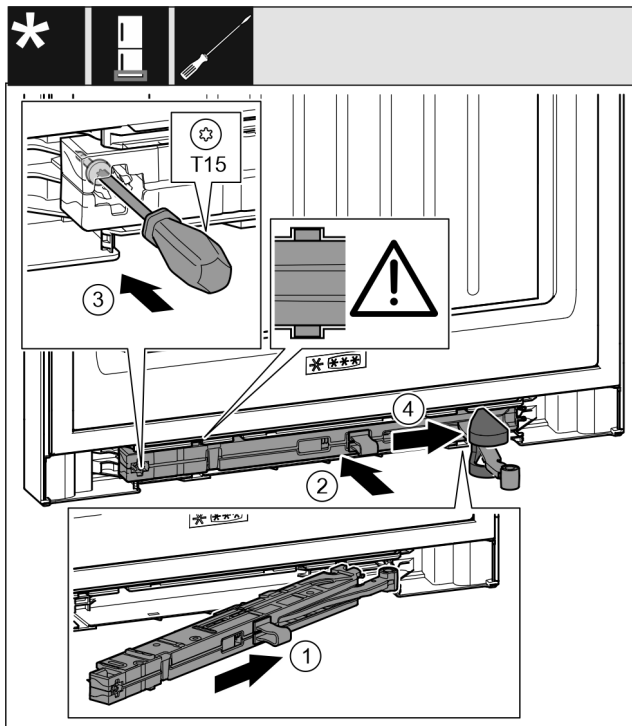

Fig. 66
- Gurnite jedinicu prigušivača zatvaranja Fig. 66 (1) na strani podloška ležaja do graničnika koso u izrez.
- Gurnite jedinicu prigušivača zatvaranja Fig. 66 (2) potpuno u izrez.
- Odvijačem pritegnite vijak Fig. 66 (3).
- Gurnite poklopac Fig. 66 (4) preko zgloba.